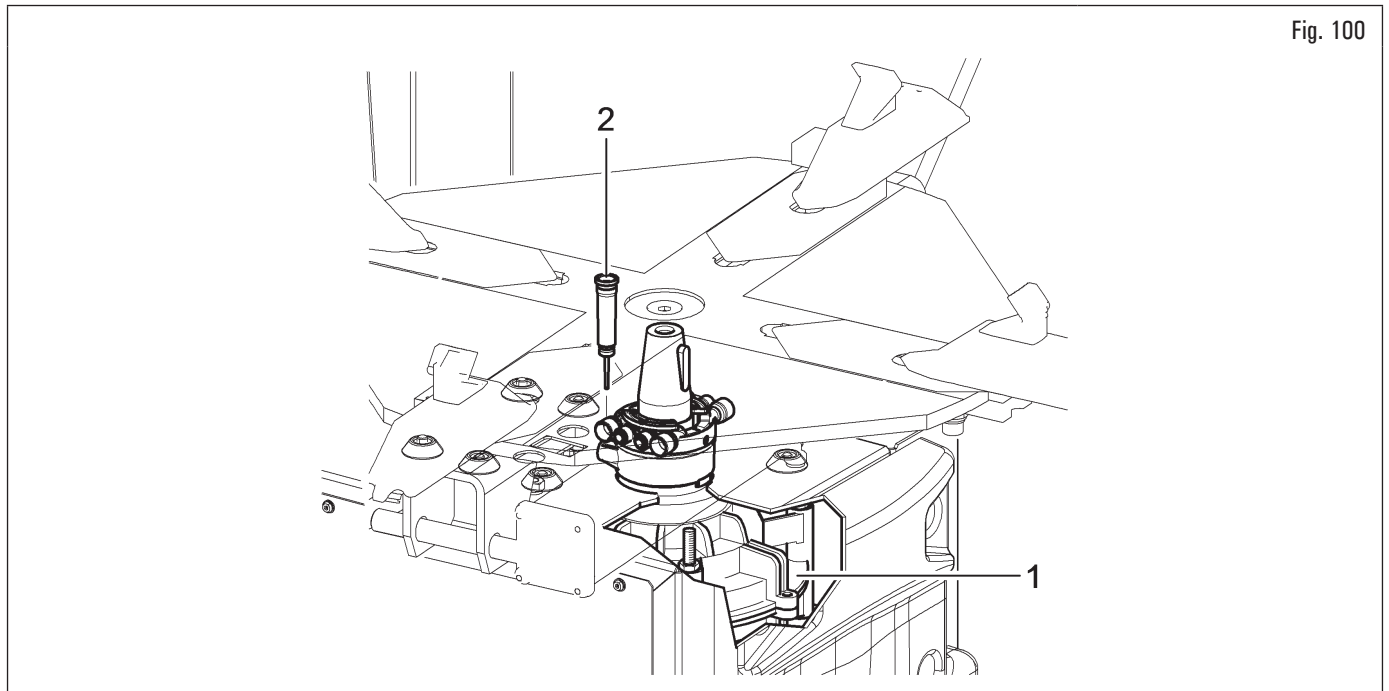

Fig. 100
- Périodiquement (chaque 100 heures de travail) contrôler le niveau du lubrifiant dans le réducteur (Fig. 100 réf. 1) en enlevant le bouchon (Fig. 100 réf. 2) à travers le trou approprié sur le châssis.